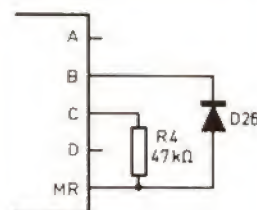
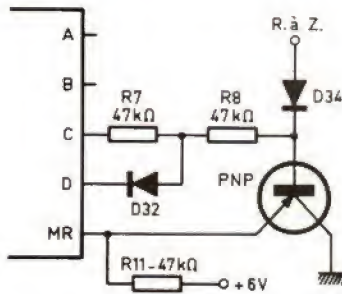

Fig. 31. - Retour forcé à zéro du compteur des dizaines de minutes.
Fig. 32. — Le compteur des secondes doit se remettre de lui-même à zéro quand il atteint 60, et doit aussi admettre une remise externe à zéro.
Dans le cas des dizaines de minutes, on utilise  $R_4$  et  $D_{26}$  de la figure 31 pour une fonction ET qui fait passer la remise à zéro (MR) à « 1 » quand ce niveau logique est simultanément présent sur les sorties B et C du compteur. Ce principe est aussi applicable au compteur des secondes, à ceci près qu'on a besoin d'un OU complémentaire, pour la remise à zéro par l'impulsion FMV. La figure 32 montre qu'on y parvient à l'aide d'un PNP en col-